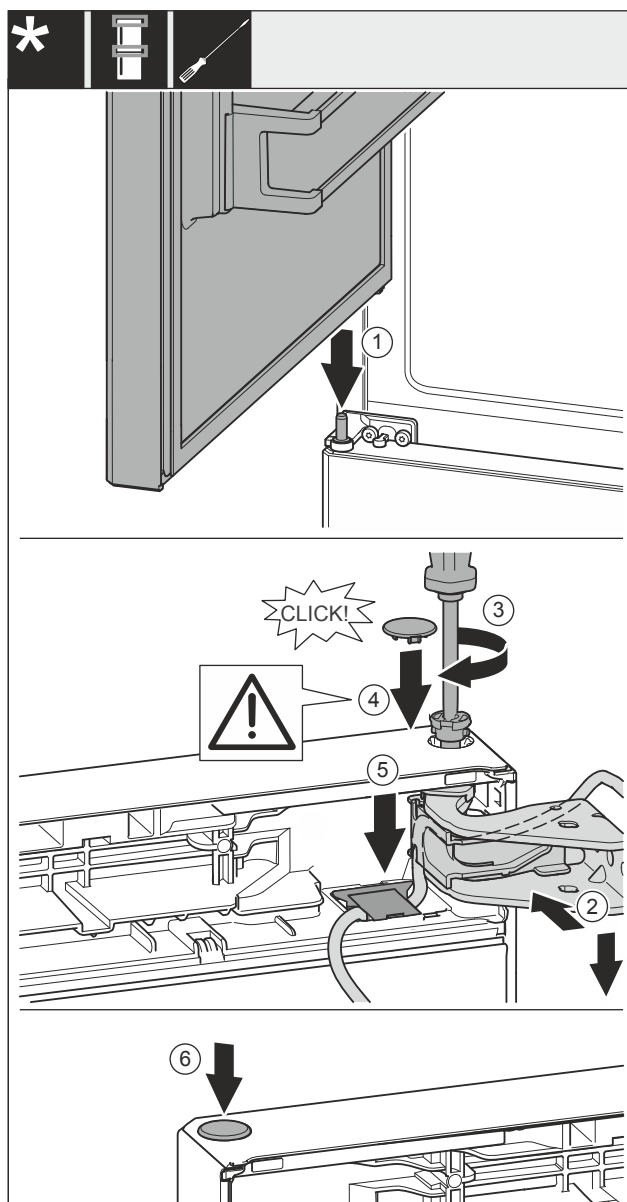

Fig. 38
- Horní dveře usadíte na prostředním ložiskovém čepu Fig. 38 (1).
- Dveře nahoře vyrovnejte s otvorem ve stojanu ložiska Fig. 38 (2).
- Vložte čep Fig. 38 (3) a pevně jej utáhněte šroubovákem.
- Nasadte kryt Fig. 38 (4).
- Zkontrolujte, zda kryt Fig. 38 (4) doléhá na dveře.
- Vložte kryt Fig. 38 (5) a zatlačte jej směrem dolů, dokud nezacvakne.
- Nasadte kryt Fig. 38 (6).